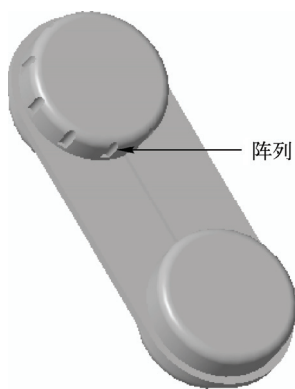

图 16-69 创建阵列特征
STEP 13 在模型树中选择“拉伸 4”选项，单击“模型”选项卡“编辑”面板中的“阵列”按钮，打开“阵列”选项卡，设置阵列类型为“轴”阵列，在绘图区中选择“A_2”轴作为阵列中心的基准轴，然后在“输入第一方向的阵列成员数”和“输入阵列成员间的角度”文本框中分别输入“10”和“36”，单击“确定”按钮，完成阵列特征创建，如图 16-69 所示。